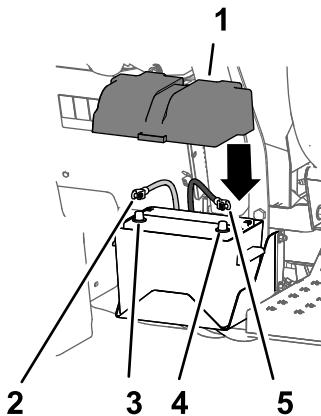

图38
1. 将正极电池接线连接到电池的正极 图38。
2. 将负极电池接线连接到电池的负极 图38。
3. 将电池盖与电池盒对准并用箍带固定电池盖 图38。